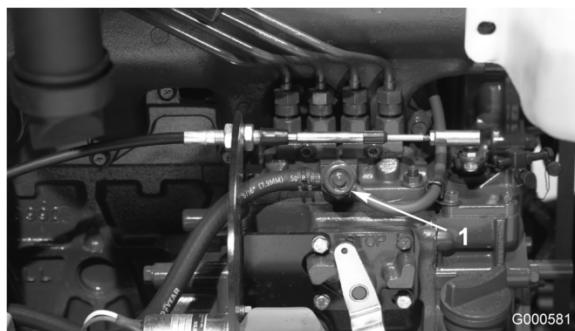

Figura 36
3. Aprite la vite di spurgo dell'aria, situata sulla pompa di iniezione del carburante (Figura 36).